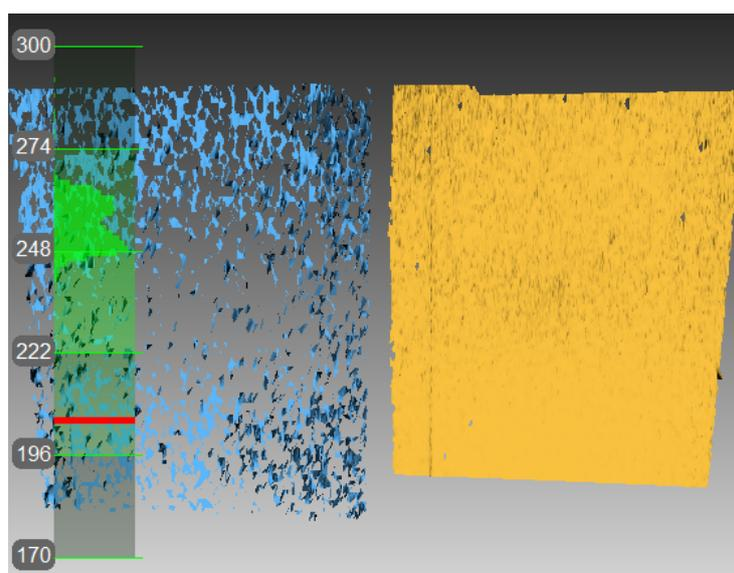

Рис. 12.5: Результаты коррекции Artec Spider
В некоторых случаях вследствие небрежного обращения или транспортировки (тряска, случайные падения, некоторые другие причины), сканер может перестать снимать 3D-поверхности должным образом. В этом случае сканируемые поверхности могут реконструироваться лишь частично, могут появляться дырки (на Рис. 12.5 на синей поверхности заметны результаты плохой реконструкции). Эти проблемы могут быть решены с помощью коррекции или калибровки.
9. Повторите шаг 8 еще три раза. Как только вы закончите, система начнет вычисления, и в окне *3D вида* появится желтая плоскость, соответствующая поверхности, снятой с скорректированными калибровочными данными (см. *Рис. 12.5*).